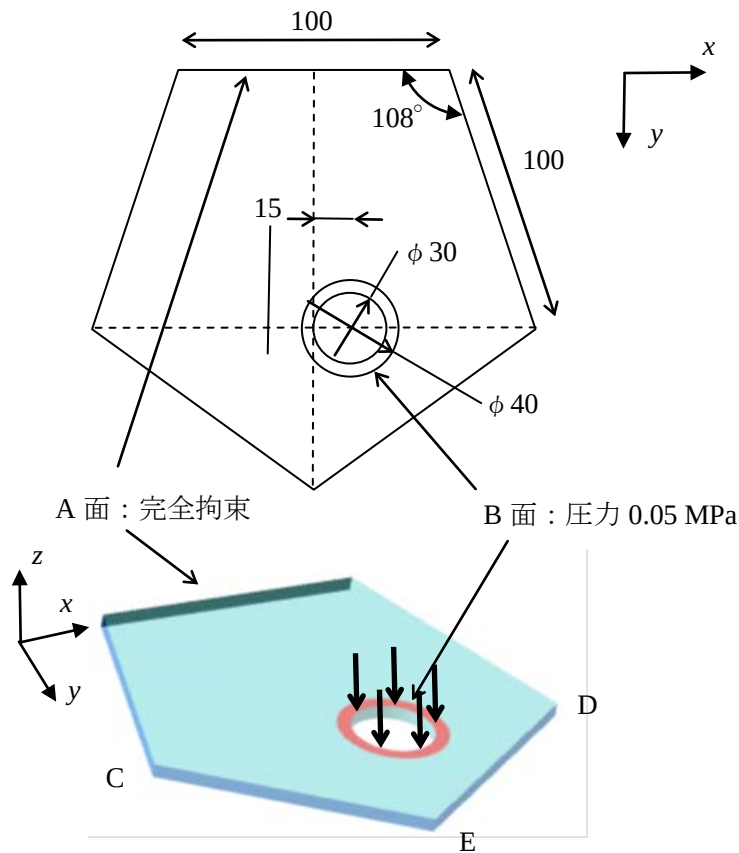
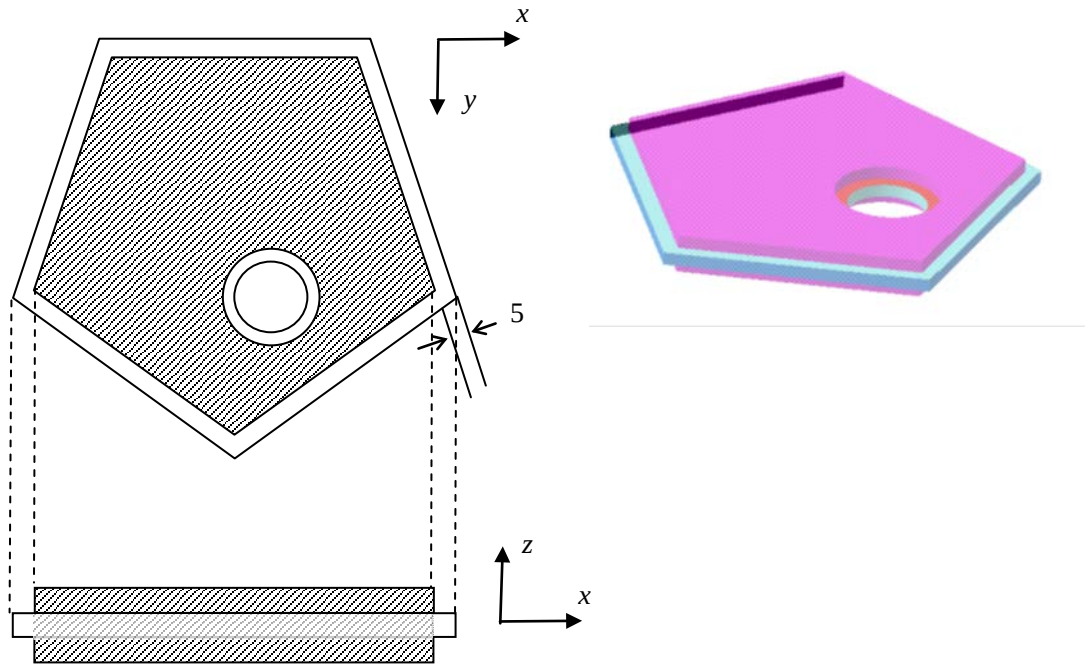

図 1 部品の寸法
図 2 設計可能領域
図 1 は、板厚 5.0mm で、直径 30 mm の貫通孔を有する、一片の長さが 100 mm の正五角形のエンブレ製部品である。質量は約 115g であり、材料特性は縦弾性係数： $E=4.0$ GPa、ポアソン比： $\nu=0.35$ 、比重：1.4 とする。端面 A が完全拘束され、貫通孔外周の直径 40 mm の領域 B に圧力 $P=0.05$ MPa が作用している。
- (1) 最大応力値、および、端点 C, D, E の面に垂直方向（図 1 では $-z$ 方向）の変位量を求めよ。
- (2) 図 2 の斜線の部分は設計可能領域を示しており、図 1 の外形形状および貫通孔と領域 B については変更できないが、最小板厚 5.0mm 以外の制約はないこと。 z 方向に対する高さ制限は、各面より 5mm 以内であれば、上下共に自由に形状配置が可能であり、貫通孔も自由に配置できる。さらに、領域 B に相対する下面についても制約はないものとする。(1) と同一条件の下で、制約条件を満足する形状を設計する。制約条件は、端点 C と D の $-z$ 方向の変位量差を 0.3mm 以下にすることと、部材に